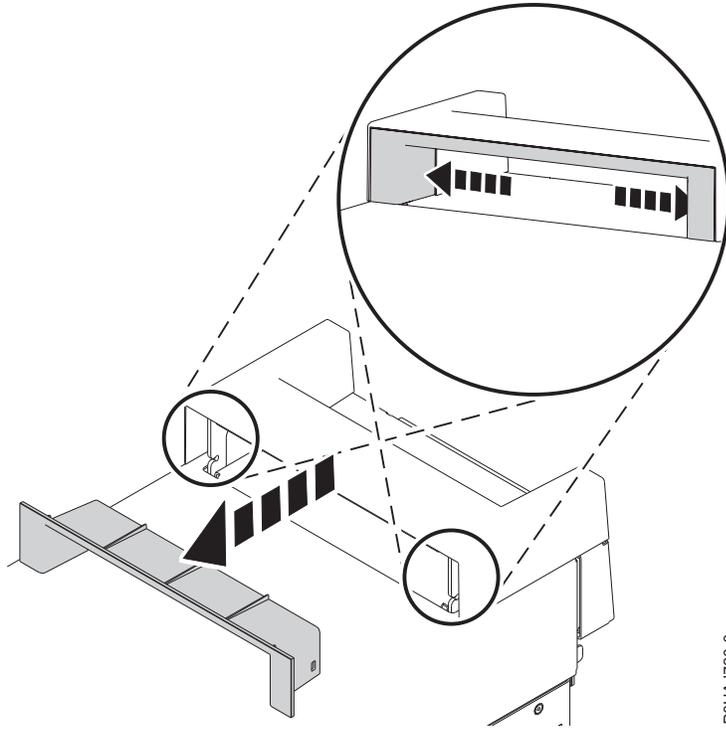

Figura 23. Extracción de la pieza de la tapa de asa en un sistema 8286-41A autónomo
1. Extraiga la pieza de plástico del interior de la tapa de asa presionando firmemente los pestillos del interior y desplazándola. Consulte la Figura 23 en la página 43.